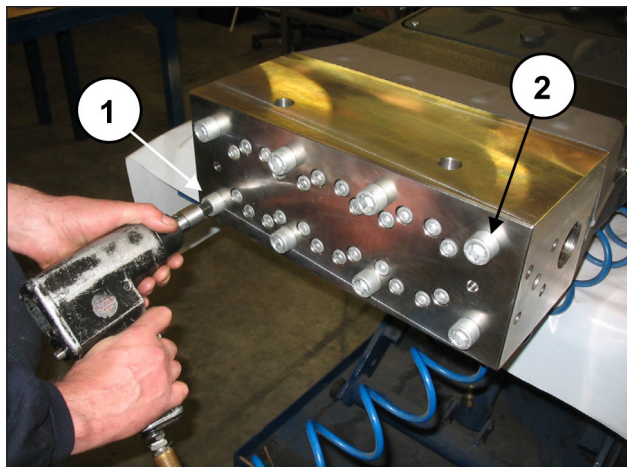
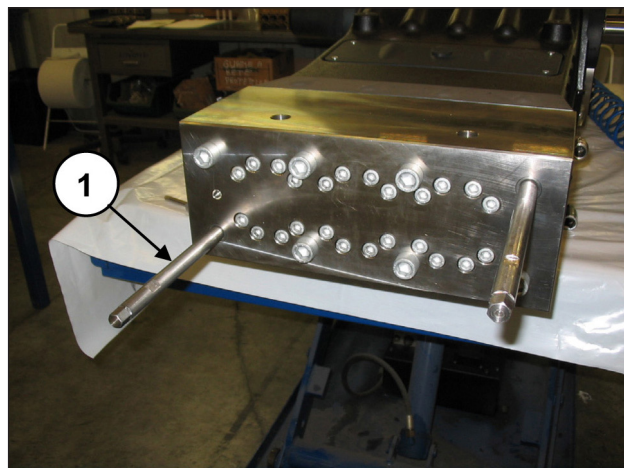

Fig. 95
Fig. 96
Svitare due viti fissaggio testata M16x320 diametralmente opposte (pos. ① e ②, Fig. 95) sostituendole con due viti-spina di servizio (cod.27540200) (pos. ①, Fig. 96), quindi procedere alla rimozione delle restanti viti.